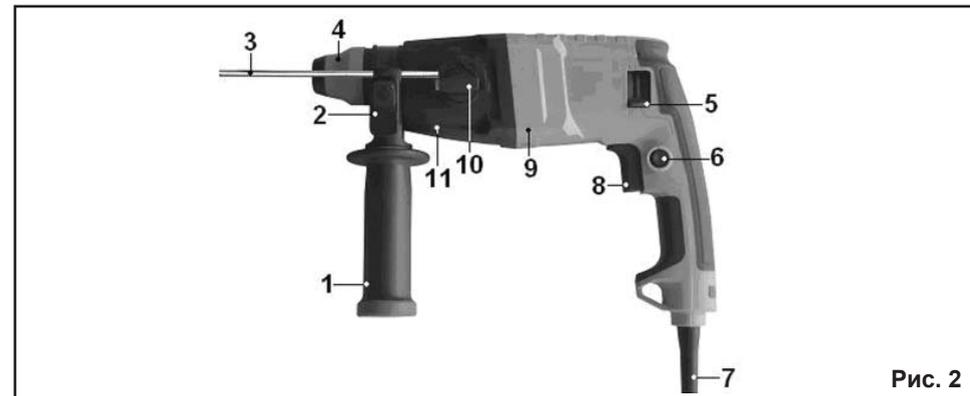

Рис. 2
7. СБОРКА (Рис.2)
6. УСТРОЙСТВО ПЕРФОРАТОРА (Рис.2)
8. ПОДГОТОВКА К РАБОТЕ И РЕГУЛИРОВКА (Рис.2)